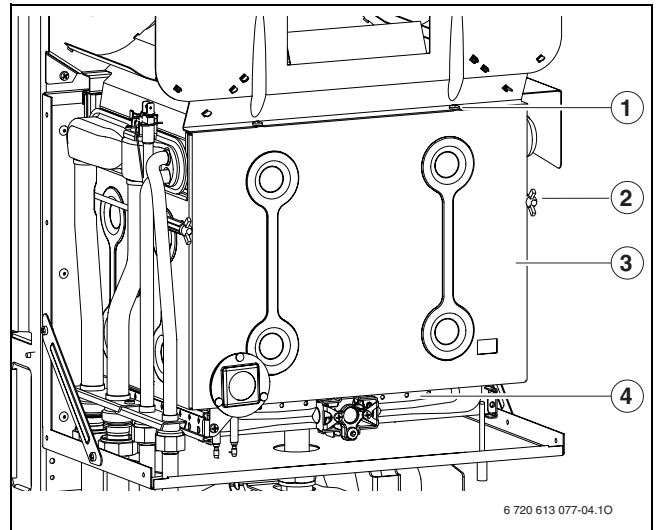

Рис. 43 Відкритий пальник
- ▶ Зняти передню стінку камери згоряння та пальник (→ рис. 43).